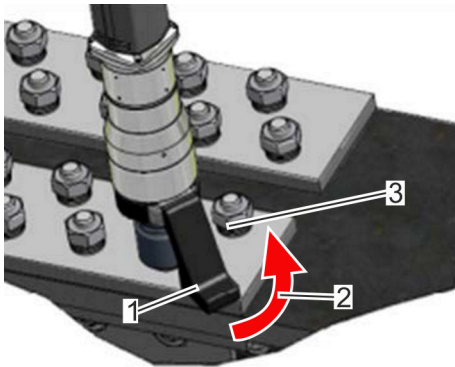

Abb. 17: Anlaufdrehwinkel
5. Sicherstellen, dass für den Reaktionsarm (Abb. 17/1) entgegen der gewünschten Drehrichtung des Drehschraubers eine Abstützung/ein Widerlager (Abb. 17/3) vorhanden ist. Vollflächige Anlage sicherstellen.
Bei vorangezogenen Schraubverbindungen wird im Drehmomentmodus immer das eingestellte Drehmoment überschritten, wenn der Anlaufdrehwinkel zwischen Reaktionsarm (Abb. 17/1) und Abstützung (Abb. 17/3) zu klein ist.
Anlaufdrehwinkel (Abb. 17/2) gemäß Tabelle beachten.